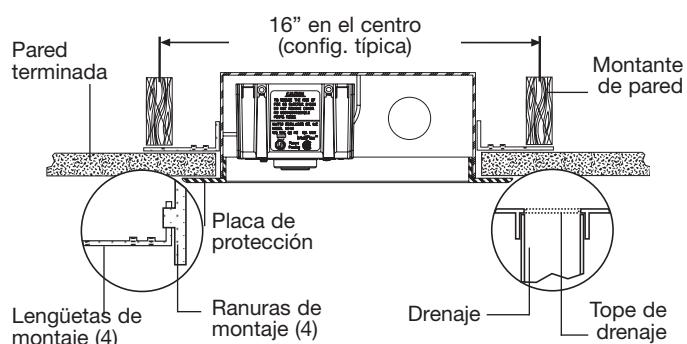

Figura 7
5. Coloque la A2C-WB-M1 entre los montantes de pared, como se muestra en la Figura 7. Controle la nivelación y ajuste las lengüetas de montaje en los montantes.